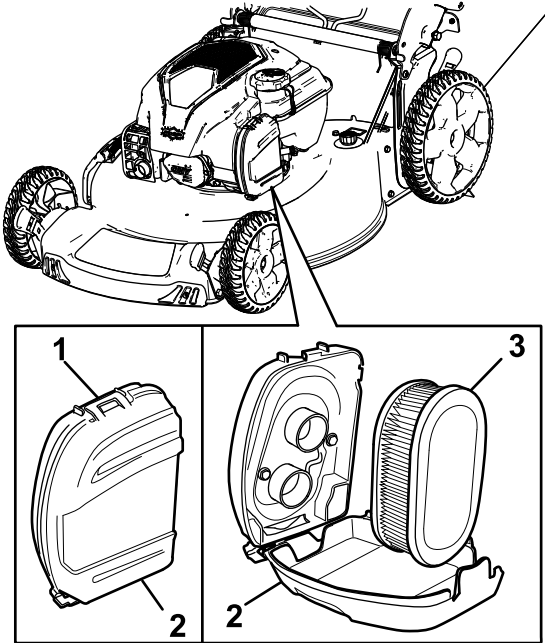

Figura 27
1. Desencaixe a parte superior da cobertura do filtro de ar (Figura 27).
2. Retire o filtro de ar (Figura 27).